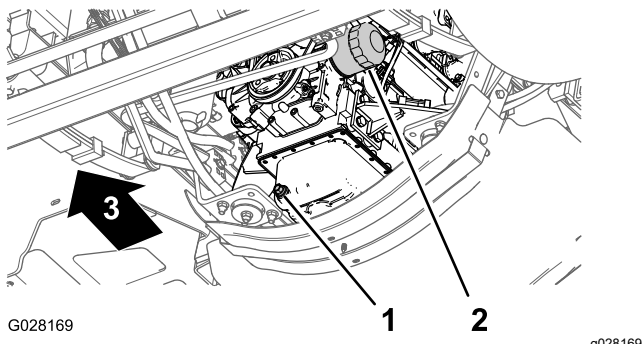

Figura 76
- Coloque un recipiente de drenaje debajo del filtro de aceite del motor (Figura 76).
4. Retire el filtro de aceite usado (Figura 76).
8. Instale el filtro de aceite en el adaptador de filtro, gire el filtro de aceite en sentido horario hasta que la junta de goma entre en contacto con el adaptador del filtro, luego apriete el filtro media vuelta más (Figura 76).
1. Coloque un recipiente debajo del tapón de vaciado (Figura 76).
2. Retire el tapón de vaciado y deje que el aceite se drene completamente (Figura 76).